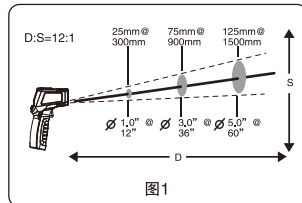

图1
- 1、使用本机测量温度时，要注意考虑距离与测量区域大小之间的比率 (简称物距比)。当本机与被测物体距离增大时，测量区域也会相应增大。本测温仪物距比为12:1 (如图1)